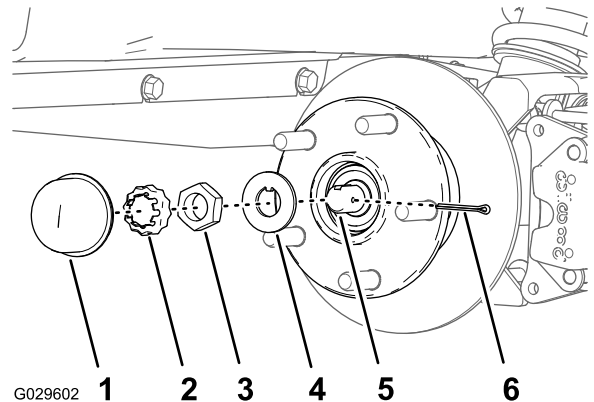
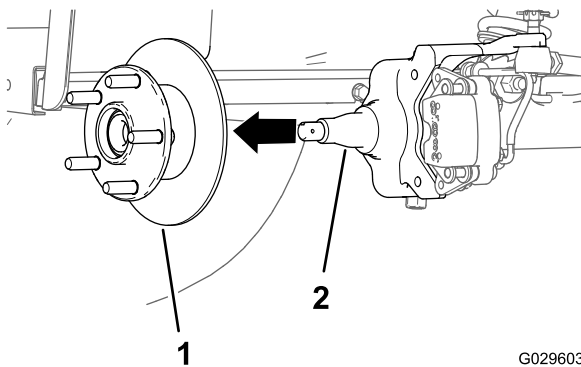

Bild 30
Bild 31
4. Nehmen Sie den Staubdeckel von der Radnabe ab (Bild 30).
5. Nehmen Sie den Splint und die Mutterbefestigung von der Spindel und der Spindelmutter ab (Bild 30).
6. Nehmen Sie die Spindelmutter von der Spindel ab und trennen die Radnabe und den Drehzylinder von der Spindel ab (Bild 30 und Bild 31).